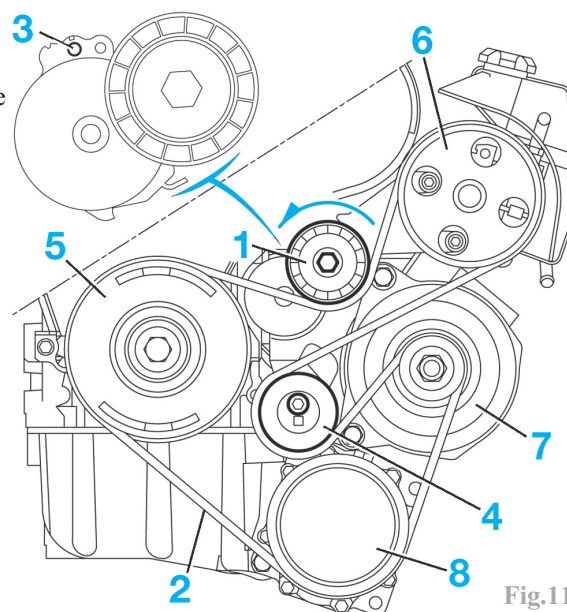

Fig.11
Courroie réutilisée : détendre le galet tendeur (1) de courroie d'accessoires (2) (sens antihoraire) (Fig.11).
Courroie neuve : détendre le galet tendeur (1) de courroie d'accessoires (2) (sens antihoraire) (Fig.11).